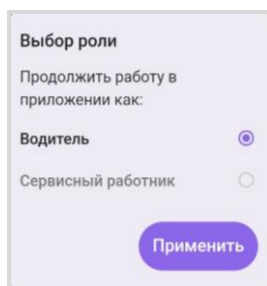

Рис.12
2.4.4.1.1 После авторизации на экране откроется окно выбора роли (Рис.12), в котором необходимо выбрать роль «Водитель».